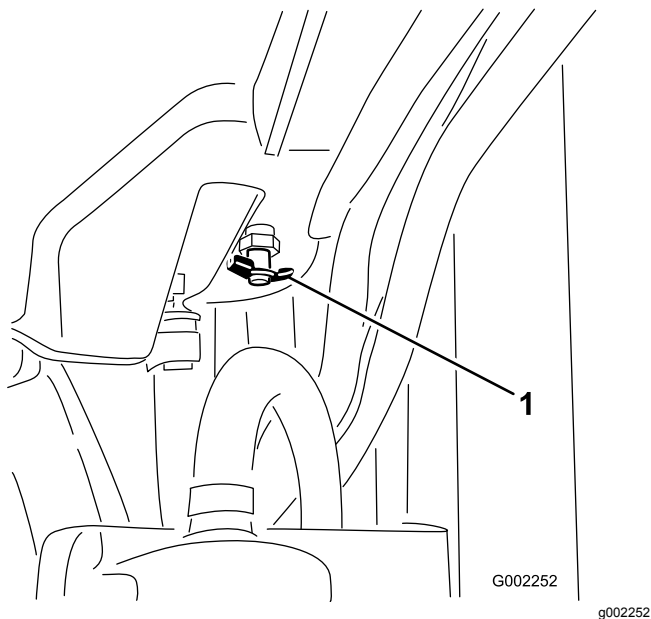

Рисунок 87
4. Откройте сливной клапан и слейте охлаждающую жидкость в сливной поддон (**Рисунок 87**).
5. Закройте сливной клапан (**Рисунок 87**).